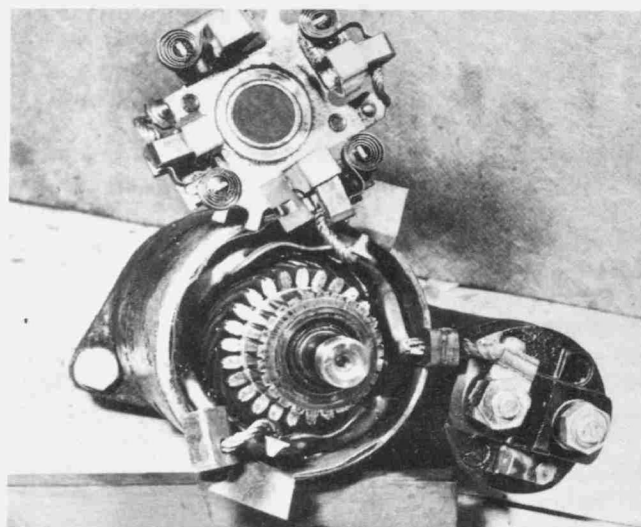

Bild 237
- Die Federn der zwei an der Bürstenhalteplatte befestigten Kohlebürsten nach oben ziehen, die Bürsten zum Teil herausziehen und mit den Federn in angehobener Lage fixieren. Die Federn der restlichen zwei, an den Erregerwicklungen befestigten Bürsten nach oben ziehen und die Bürsten vollständig herausnehmen. Die Bürstenhalteplatte abnehmen (Bild 237).